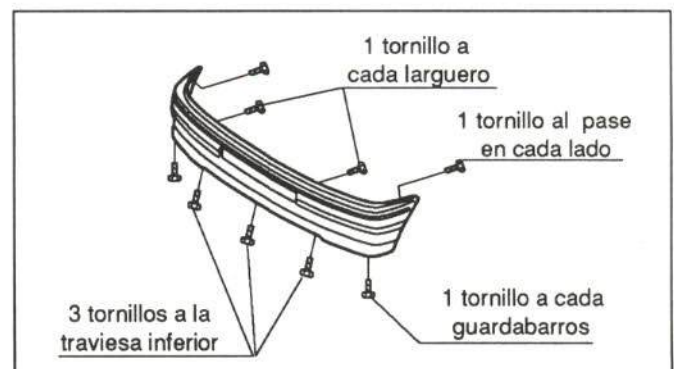

Figura 14.- Fijación del paragolpes
En la figura 14 se muestra la fijación de dicho elemento.
- Paragolpes (figura 14)